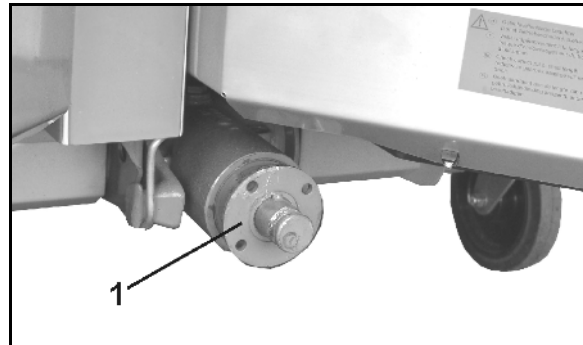

図 24
5. プロペラシャフトを所定のホルダ (図 24/1) に入れます。